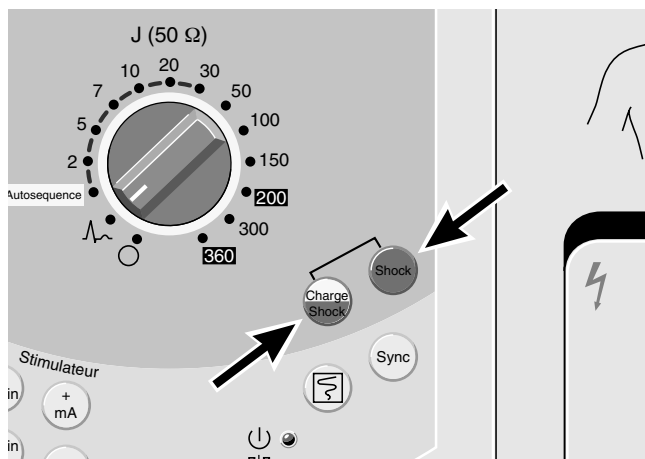

Bild 4-9. Tasten zum Auslösen des Energie-Speichervorgangs und zum Auslösen des Defibrillationsimpulses am Gerät
**Verwenden Sie beim CardioServ interne Elektroden oder Klebelektroden, so müssen Sie den Ladevorgang mit  auslösen und den Defibrillationsimpuls durch gleichzeitiges Drücken von Taste  und  (Bild 4-9). Verwenden Sie für die interne Defibrillation ausschließlich sterile Elektroden!**